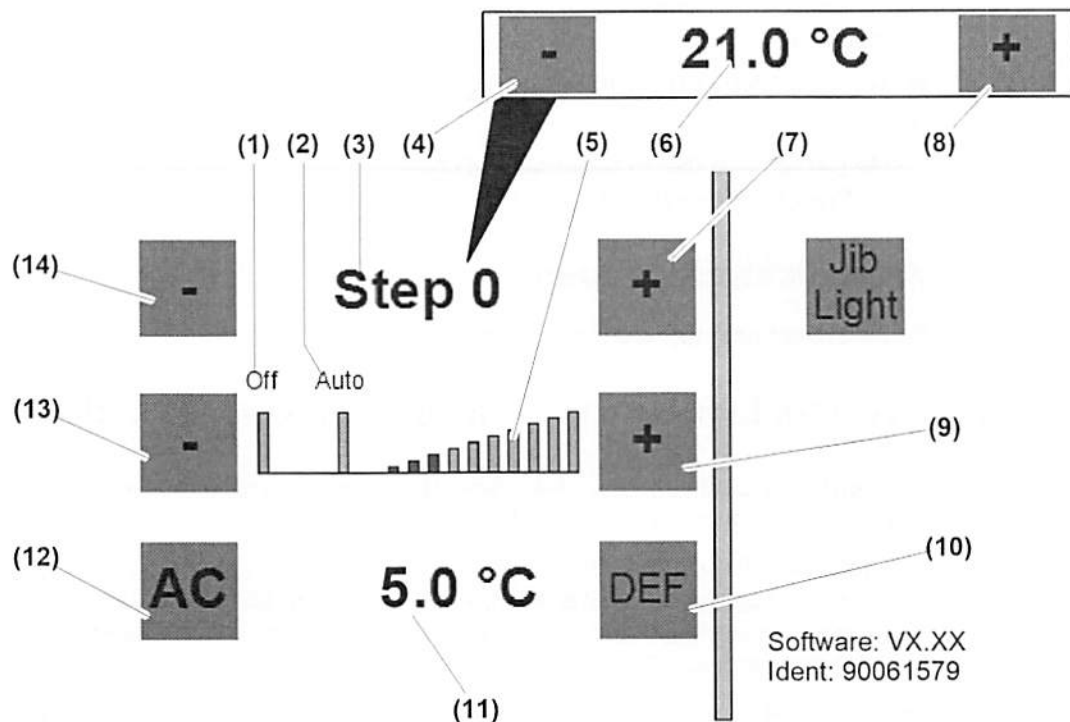

Fig. 383: Klimaeinstellungen am Touchdisplay
- Taste „Temperatur erhöhen“ (1) drücken oder Taste „Temperatur verringern“ (1) drücken.
- ▷ Eingestellte Heizstufe (3) am Touchdisplay ändert ihren Wert. (siehe: Fig. 383, Seite 422)
- Taste „Temperatur verringern“ (1) drücken, bis eingestellte Heizstufe (3) am Touchdisplay (siehe: Fig. 383, Seite 422) „Step 0“ anzeigt.
- ▷ Eingestellte Temperatur (6) am Touchdisplay ändert ihren Wert. (siehe: Fig. 383, Seite 422)
- Taste „Gebläseleistung erhöhen“ (2) drücken oder Taste „Gebläseleistung verringern“ (5) drücken.
- ▷ Balkenanzeige „Gebläseleistung“ (5) am Touchdisplay ändert ihren Wert. (siehe: Fig. 383, Seite 422)
- Taste „Gebläseleistung verringern“ (5) drücken, bis Anzeige „Gebläse ausgeschaltet“ (1) am Touchdisplay blau leuchtet. (siehe: Fig. 383, Seite 422)
- ▶ Taste „Gebläseleistung erhöhen“ (2) drücken.
- ▷ Anzeige „Gebläseautomatik eingeschaltet“ (2) am Touchdisplay leuchtet blau. (siehe: Fig. 383, Seite 422)
- ▶ Taste „Gebläseleistung verringern“ (5) drücken, bis Anzeige „Gebläseautomatik eingeschaltet“ (2) am Touchdisplay blau leuchtet. (siehe: Fig. 383, Seite 422)